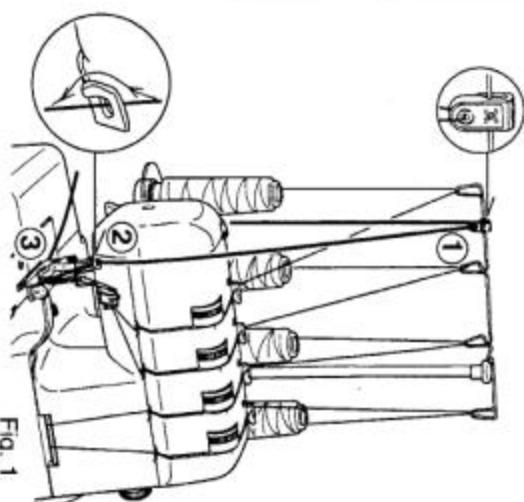
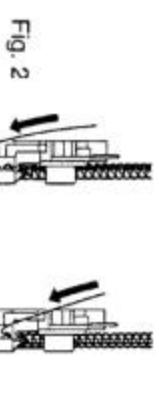

Fig. 3
Fig. 2
**FOR JOINING SIDE SEAMS**, pass the cord through the rear hole, ensuring it is positioned to the right needle thread. (Fig. 3). **FOR DECORATIVE EFFECTS**, you may pass contrasting colours either through the front or rear hole or if you desire, pass cord or yarn through each hole.
**POUR ASSEMBLER LES ÉPAULES OU LES MANCHES**, passer le fil de renfort dans le trou avant du pied presseur, en s'assurant qu'il est placé entre les fils d'aiguilles gauche et droite pendant la couture. (Fig.2).
**POUR LE MONTAGE DES COTES**, passer le fil de renfort dans le trou arrière du pied presseur, en s'assurant qu'il est placé à droite du fil d'aiguille pendant la couture. (Fig.3).
**PARA UNIR HOMBRERAS O MANGAS** pasar el cordón a través del agujero anterior asegurándose de que está fijado entre los hilos de las agujas derecha e izquierda cuando es guiado a través del agujero frontal (Fig. 2).
**PARA UNIR COSTURAS LATERALES** pasar el cordón a través del agujero posterior, asegurándose de que está presionado junto al hilo de la aguja derecha (Fig. 3).
- Inserire il cordone attraverso l'uno o l'altro foro anteriore o posteriore (in accordo all'operazione vedere diagramma di fig. 2 e 3) nel piedino pressore e passarlo sotto e dietro il piedino.
- PER UNIRE SPALLE O MANICHE** passare il cordone attraverso il foro frontale, assicurandosi che esso sia fissato tra i fili dell'ago destro e sinistro mentre è guidato attraverso il foro frontale. (Fig. 2).
- Sleek het koordje door een van beide gaatjes in uw naaivoet, zoals afgebeeld op Fig. 2 en Fig. 3, en leg het koordje naar linksachter, onder de voet door.
- OM DE SCHOUDERNAAD OF GEBREIDE STOFFEN te naaien, en de rek uit de naad te nemen, plaatst u het koordje in het voorste gaatje van de voet. Let op, dat het koordje wordt vastgemaakt door de 2 naalden. (Zie Fig. 2.)**
- OM HET KOORDJE AAN DE ZIJKANT VAN DE LOCKSTEEK mee te naaien, plaatst u het koordje in het achterste gaatje van de voetzool. Let op, dat de draad rechts van de rechternaald blijft lopen. (Zie Fig. 3.)**